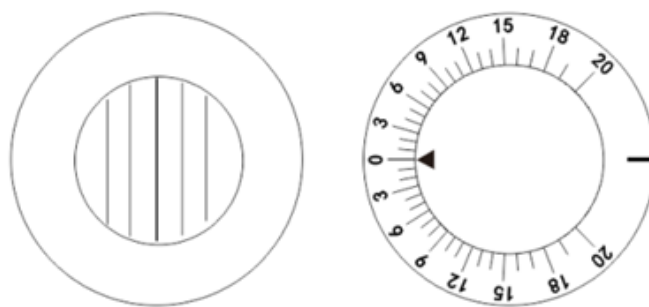
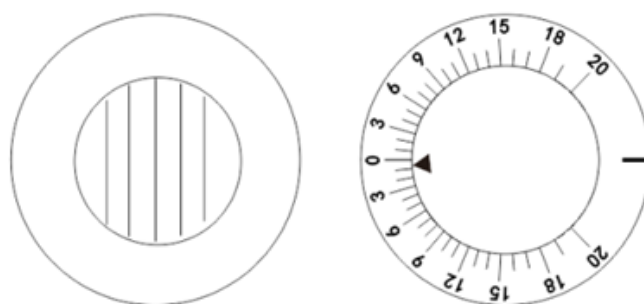

Fig.48
Fig.49
b. Apoi măsurați foria verticală. După cum se arată în Fig.48, rotiți butonul auxiliar al lentilei ②1 și setați MRRV pentru ochiul drept. Rotiți lentila cu prismă de rotație ①2 pentru a seta ochiul stâng în poziție orizontală. Acum, Testee poate vedea linia roșie orizontală cu ochiul drept și punctul de lumină cu ochiul stâng. Apoi, folosind aceeași procedură de a, întrebați Testee când poate vedea linia roșie și punctul luminos se întâlnesc în timp ce rotește butonul de rotație al lentilei prisme ①1. Când este prezentat ca Fig.49, Testee raportează că se întâlnesc, este 0,5, sub 0, indicând ochiul stâng este 0,5ΔD, numit heteroforie 0,5Δ în sus.